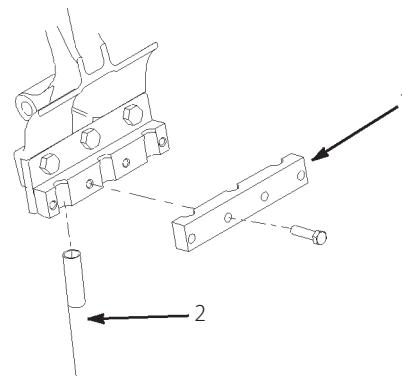

図 26
4. 各タイン・ホルダーにタイン・クランプを仮止めする(図26; $3/8 \times 1-1/2"$ キャップスクリュ 4 本を使用する)。この時点ではキャップスクリュを締め付けない。